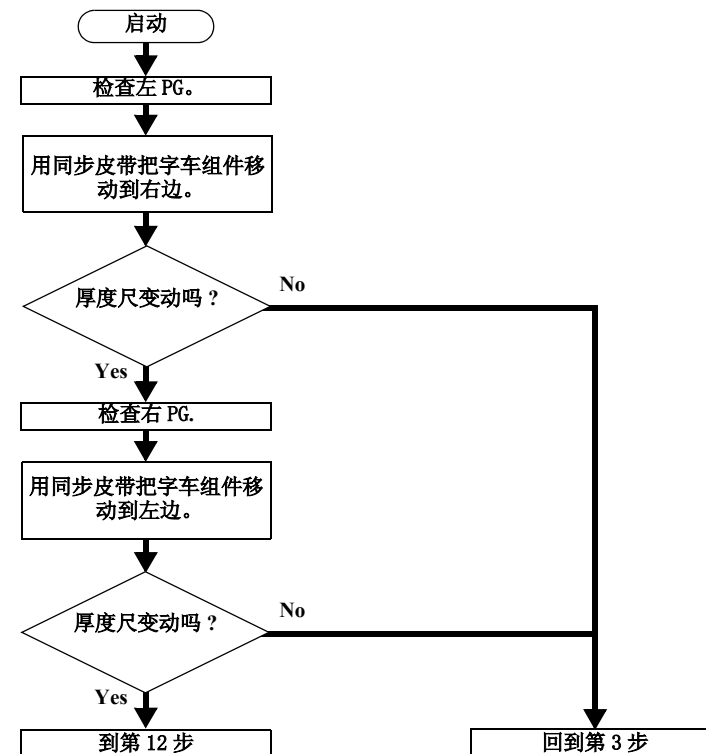

图 3-12. PG 检查 (2)
11. 按照图 3-12 流程图检查左、右两侧 PG。
13. 扭紧后，按照图 3-12 流程图再一次检查左右 PG。